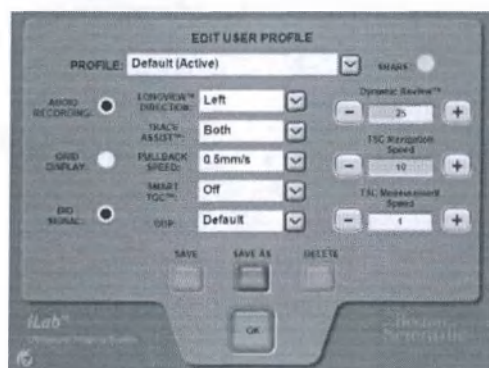

Рисунок 2-25. Окно РЕДАКТИРОВАНИЕ ПРОФИЛЯ ПОЛЬЗОВАТЕЛЯ
- **РЕДАКТИРОВАНИЕ ПРОФИЛЯ**: По умолчанию (активный) - При активации данной кнопки вы перейдете к окну EDIT USER PROFILE/РЕДАКТИРОВАНИЕ ПРОФИЛЯ ПОЛЬЗОВАТЕЛЯ (Рисунок 2-25).
После выбора параметров EVALUATION/ОЦЕНКА и VESSEL/СОСУД в окне RUN DESCRIPTION/ОПИСАНИЕ ЗАПИСИ (см. раздел под названием «Описание записи»), можно выбрать Edit PROFILE/Редактирование ПРОФИЛЯ: создать индивидуальный профиль специально для данной записи или выбрать из списка ранее сохраненных профилей пользователей. Рисунок 2-25.